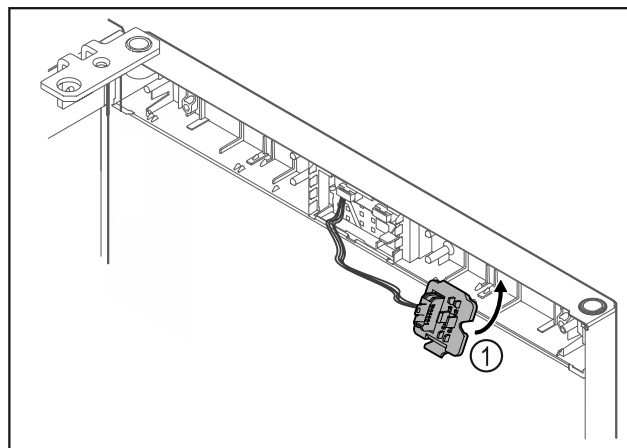

Fig. 16
- Steckerhalterung Fig. 16 (1) auf Gegenseite einrasten.*